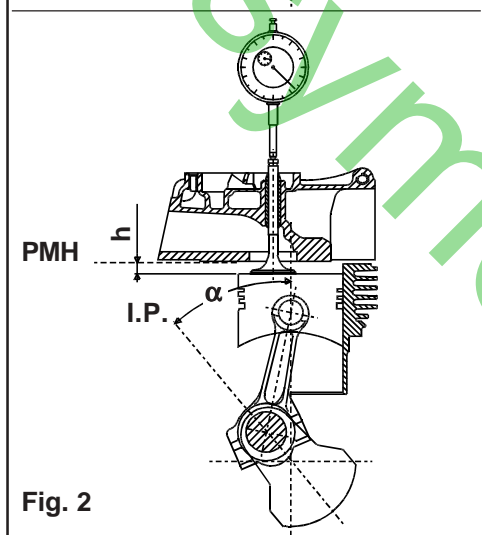

Fig. 2
6. Tourner lentement et dans le sens inverse des aiguilles d'une montre le vilebrequin, en vérifiant sur le comparateur que le piston s'abaisse par rapport au PMH (cote "h" - fig. 2) d'environ 5 mm.
7. Tourner lentement et dans le sens des aiguilles d'une montre le vilebrequin en vérifiant sur le comparateur que le piston remonte vers le PMH (cote "h" - fig. 2) aux valeurs indiquées dans le tableau suivant.
12. Tourner le vilebrequin, en vérifiant sur le comparateur que le piston s'abaisse par rapport au PMH (cote "h" - fig. 2) de 10 mm environ.